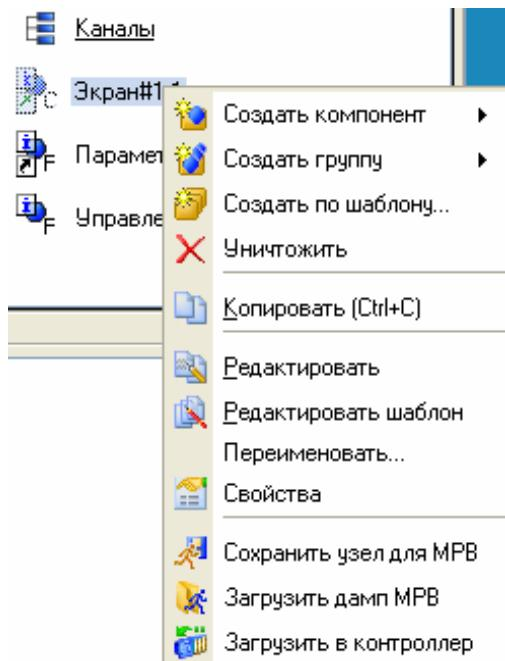

Рис. 3.13
- у ньому натисненням ЛК відкриємо **Властивості** компоненту **Экран#1** (рис. 3.13);